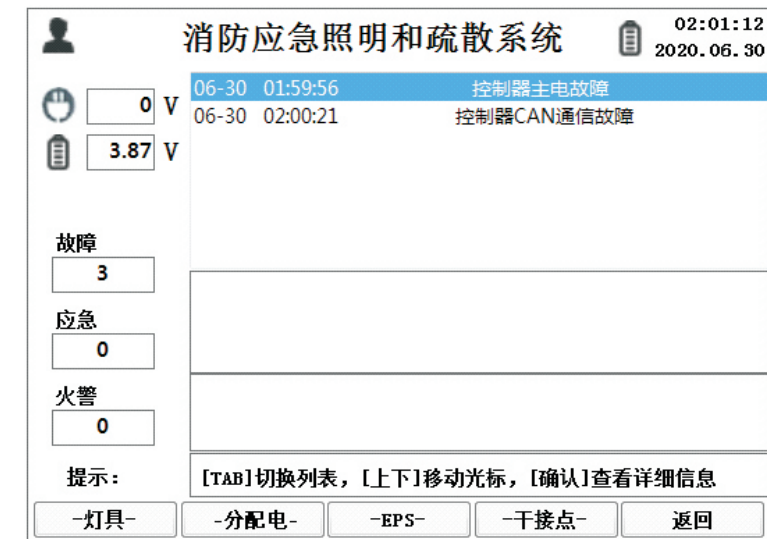

图8.1.1
- ◆ 在主界面的屏幕下方, 有5个 (查看、参数、命令、工具、系统) 相应功能的按键 (如图8.1), 可分别打开对应的菜单。比如: 按[查看]键, 展开菜单[灯具、分配电、EPS、干接点] (如图8.1.1)。